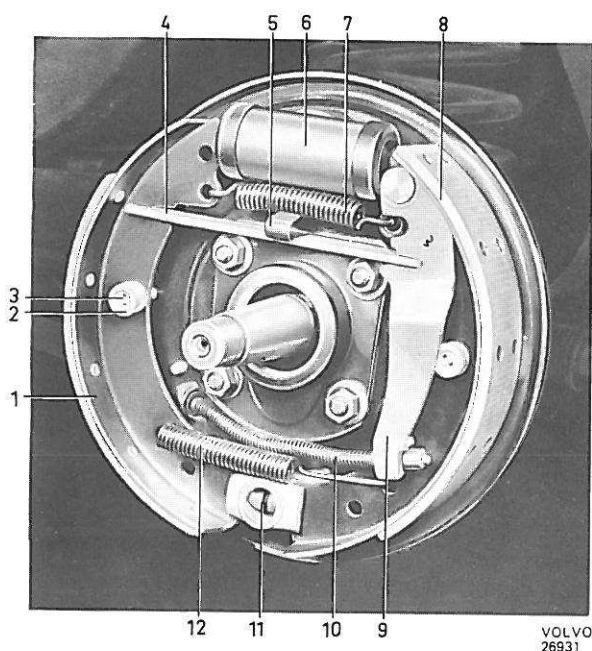

Figure 30. Frein de roue arrière, 1 circuit
2. Riveter en place les garnitures d'origine prêtes pour le montage. La garniture avant doit être posée à partir de l'extrémité inférieure du segment et la garniture arrière, à partir de l'extrémité supérieure, voir figure 30. Se servir des rivets mentionnés dans les caractéristiques et d'une presse à rivets, avec des mandrins appropriés. Commencer le rivetage par le milieu de la garniture et poursuivre le travail vers les extrémités. Après rivetage, faire un contrôle pour s'assurer que la garniture est bien appliquée sur le segment, sur toute sa longueur.
Du fait que le procédé de collage varie avec différentes marques de fours et d'appareils d'essai, nous ne donnons ici aucune description détaillée du procédé de travail et nous recommandons de suivre de près les recommandations du fabricant de colle. L'emplacement des garnitures sur les segments est indiqué sur la figure 30. Pour le collage, il faut se servir des colles spéciales qui peuvent résister aux températures élevées et aux freinages de longue durée.
3. Reposer l'articulation du frein de stationnement en place et veiller à ce qu'elle soit correctement orientée. Raccrocher le ressort de rappel inférieur et remonter le segment avant, avec goupille de verrouillage et attache. Raccrocher le ressort de rappel supérieur en se servant d'une pince à ressorts. Enlever la pince SVO 4074 et monter les attaches élastiques (5, figure 30).